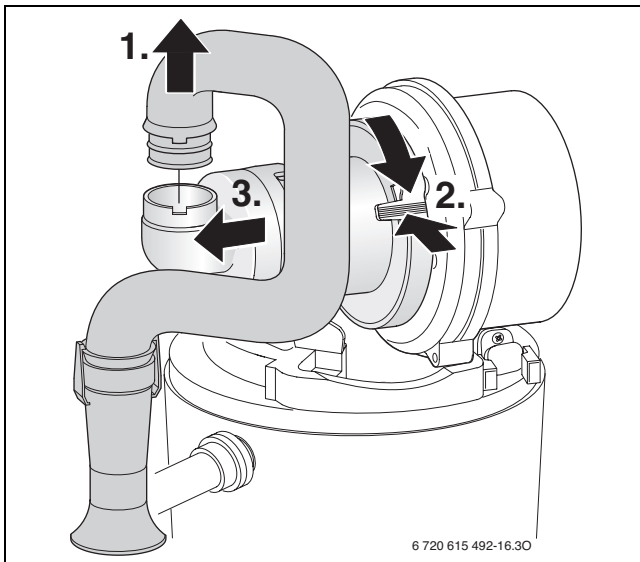

Bild 73 Saugrohr und Mischeinrichtung ausbauen
- Mischeinrichtung nach Bild 73 ausbauen.